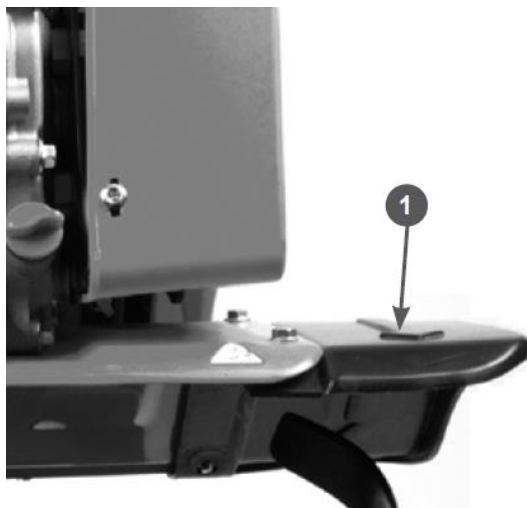

Рис. 5 Установка защитных крыльев
4. Установите на мотокультиватор защитные крылья поз.1 и закрепите их с помощью болтов и гаек (Рис.5)